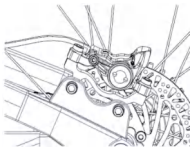

Figure 2-3 Orientation de l'étrier de frein
- ① Installez l'étrier de frein avant / le convertisseur d'étrier de frein arrière sur les trous de vis de support (comme indiqué sur la figure 2-3).
- ② Desserrez les vis de fixation du corps de l'étrier de frein pour mettre le corps de l'étrier de frein dans un état qui peut être réglé avec précision, puis installez le convertisseur sur le cadre.
- ① Fixez d'abord le levier de frein.